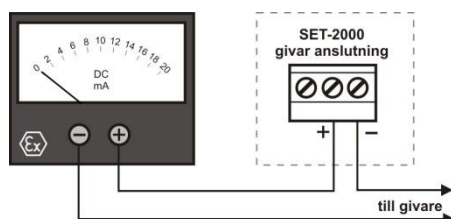

Bild 7. Mätning av strömsignal
- 3.3 Anslut multimeter enligt bild 7.